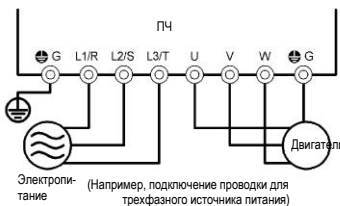

Рисунок 4.1 Подсоединение клемм цепи питания
- (1) Проверьте кабельное подключение к входным клеммам питания (L1/R, L2/S и L3/T или L1/L и L2/N) и выходным клеммам ПЧ (U, V и W). Также убедитесь, что заземляющие провода правильно подсоединены к клеммам заземления. См. рисунок 4.1.